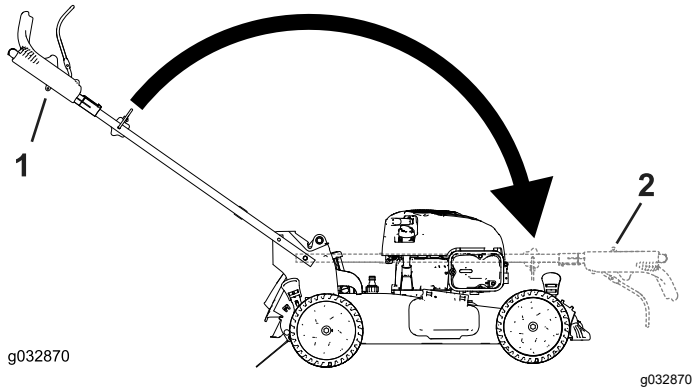

Figure 23
3. Repliez la poignée en le faisant pivoter en avant (Figure 23).